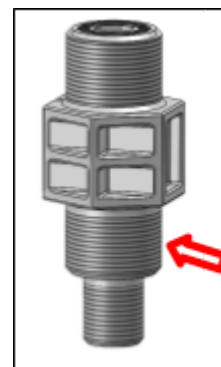

Figure 36.
17. Application de ruban Téflon sur l'injecteur : enroulez quelques tours de ruban Téflon autour du filetage de l'injecteur. Cela garantit une connexion étanche. Voir figure 36.